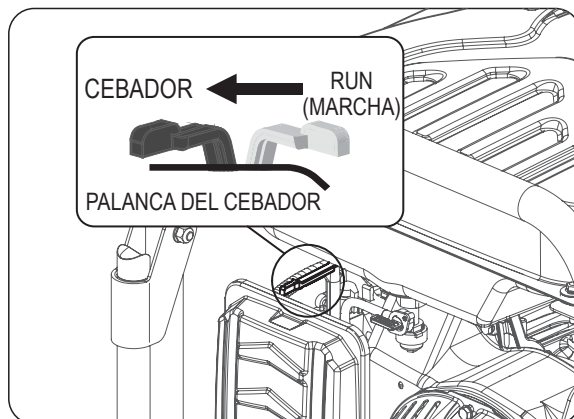

Figura 11 **OMITA ESTE PASO SI EL MOTOR ESTÁ TIBIO O CALIENTE.**
- Deslice la palanca del cebador a la posición "Choke" (cebador). (Consulte la figura 11) **OMITA ESTE PASO SI EL MOTOR ESTÁ TIBIO O CALIENTE.**